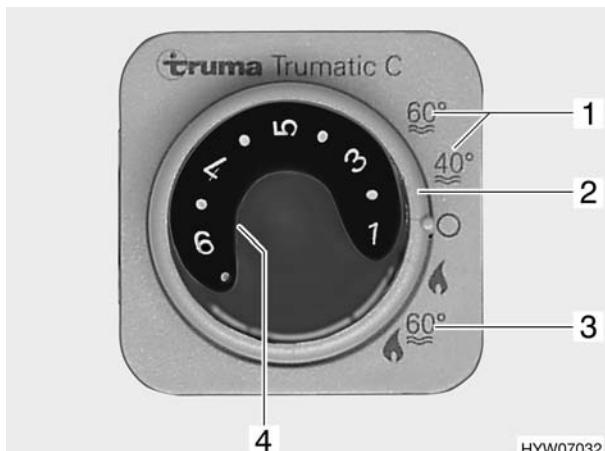

Fig. 147 Centralina di controllo per riscaldamento/boiler
Il boiler è integrato nel riscaldamento e funziona a gas (variante 1) o a gas o a corrente (variante 2). Il boiler si accende dalla centralina di controllo (Fig. 147) con l'interruttore girevole (Fig. 147,2). Sul selettori di energia (Fig. 148) viene preselezionato il tipo di energia (variante 2).
Durante il funzionamento invernale "Riscaldamento e boiler" (Fig. 147,3), accendendo il riscaldamento è riscaldata automaticamente anche l'acqua nel boiler. Quando il riscaldamento si spegne al raggiungimento della temperatura ambiente desiderata, il boiler continua a riscaldare l'acqua, fino a quando questa raggiunge la temperatura impostata.
Durante il funzionamento estivo (Fig. 147,1) l'acqua è riscaldata soltanto nel boiler fino a 40 °C o 60 °C. L'acqua si riscalda a 60 °C in ca. 1 ora. La luce spia gialla (Fig. 147,4) si accende durante la fase di riscaldamento del boiler.
- Sulla centralina di controllo (Fig. 147) posizionare l'interruttore girevole (Fig. 147,2) su "Funzionamento estivo" (Fig. 147,1).
La luce spia gialla (Fig. 147,4) si accende durante la fase di riscaldamento. Al raggiungimento della temperatura dell'acqua desiderata, la fase di riscaldamento termina e la luce spia gialla si spegne.
- Sulla centralina di controllo (Fig. 147) posizionare l'interruttore girevole (Fig. 147,2) su "Spento".
- ▷ Se il boiler sulla centralina di controllo (Fig. 147) è impostato su funzionamento estivo (Fig. 147,1) e il selettore di energia su funzionamento misto (Fig. 148,4 o 5), il boiler funziona perciò solamente con esercizio a 230 V. Il bruciatore per gas non viene inserito.
La combinazione funzionamento a gas e funzionamento elettrico a 230 V diminuisce il tempo di riscaldamento (è possibile solo se il boiler viene impostato sulla centralina di controllo (Fig. 147) su funzionamento invernale).